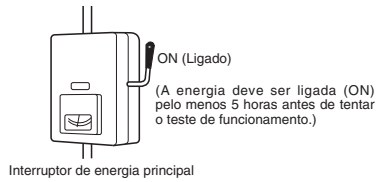

Fig. 9-1
- A energia foi ligada à unidade durante pelo menos 5 horas antes de iniciar o compressor. A parte inferior do compressor deve estar morna ao toque, e o aquecedor do cárter ao redor dos pés do compressor deve estar quente ao toque. (Fig. 9-1)